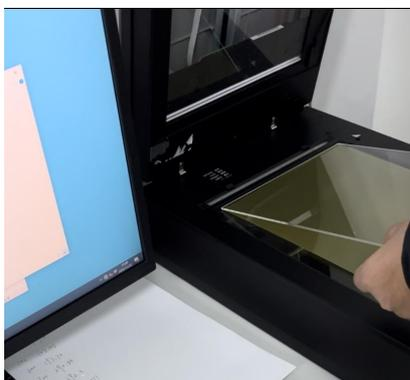
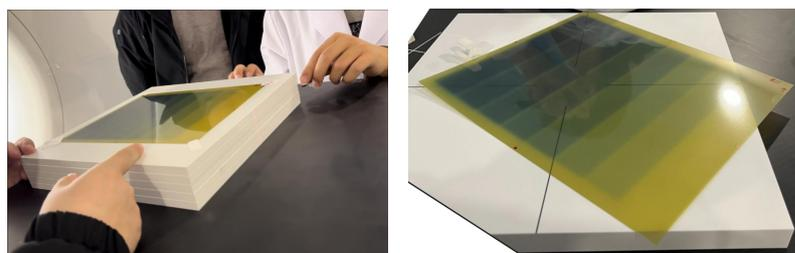

图 4-13 扫描本底片
图 4-14 刻度片
①扫描本底片: 取一张新的胶片, 用记号笔在胶片边缘做标记以区分正反面。该胶片在经加速器照射前需先进行一次扫描作为本底。扫描前扫描仪开机预热20min以上, 扫描参数设置: 透扫描模式, 横向扫描, 图像类型为48位全彩, 胶片类型设为正片, 扫描空间分辨率为72dpi, **关闭所有颜色校正功能**, 扫描后的图像以TIFF格式保存。将胶片整齐摆放在扫描仪上, 用透明有机玻璃片压在胶片上方防止胶片弯曲变形, 胶片G-T方向 (即胶片长轴方向) 需与扫描仪入口方向平行 (图4-13)。
②摆位: 扫描本底图像后, 参照Step 1中的摆位方式, 在加速器床板上叠放5cm固体水并将胶片用胶带固定在固体水上表面中心位置, 胶片G-T方向 (即胶片长轴方向) 需与床板方向平行, 之后在胶片上方再叠放5cm厚的固体水, 按SAD=100cm进行等中心摆位。
③执行计划: 执行Step 2中设计的梯度计划, 获取刻度片 (图4-14)。计划完成后, 胶片需置于恒温暗箱中至少24小时。
④扫描刻度片: 胶片性质稳定后即可进行扫描, 扫描仪中刻度片正反面需与扫描本底时保持一致。
⑤胶片刻度: 将扫描得到的本底片、刻度片图像上传至FilmDose。把Step 2中记录的剂量计算结果填写在刻度框中即可完成刻度。具体操作见3.1.4。